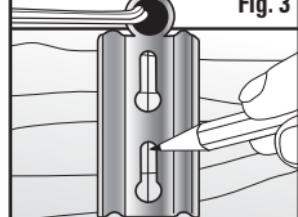
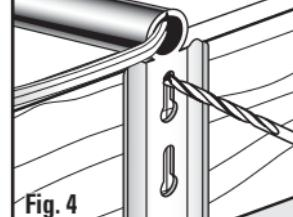
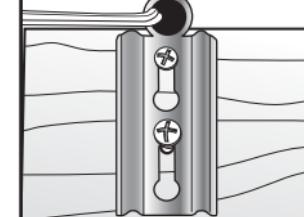

Fig. 3
Fig. 4
Fig. 5
- 3 Align the center of the mounting bracket with the center mark you drew previously so that the pencil mark is visible through the hole (Fig. 3). Drill two (2) pilot holes, that will best support the light without damaging the front of the frame (Fig. 4). Attach the mounting bracket to the frame using the screws provided (Fig. 5).
**Ribbed Side** **Fig. 5** Place the cord in the hollow half of the switch body as shown (**Fig. 5**). Trace the continuous side of the line cord (**ribbed side**) through the channel located in the lower half of the switch body. The configuration of the channel may vary somewhat from the illustration. Make sure that the cut sections of the wire do not touch each other.
- 3 Alignez le point central du support de montage avec le repère central que vous avez tracé précédemment de manière que la marque du crayon soit visible de l'autre côté du trou (Fig. 3). Percez deux (2) trous pilotes qui permettront d'attacher la lumière de la meilleure façon possible sans endommager le devant du cadre (Fig. 4). Assujettissez le support de montage au cadre en utilisant les vis fournies (Fig. 5).
Placez le cordon dans la moitié creuse du corps de l'interrupteur comme illustré (Fig. 5). Tracez le côté continu du cordon (côté rainuré) dans le canal situé dans la moitié inférieure du corps de l'interrupteur. La configuration du canal peut légèrement varier de l'illustration. Vérifiez que les sections coupées du fil ne sont pas en contact l'une avec l'autre.
- 3  Fig. 5 Coloque el cable en la mitad hueca del cuerpo del interruptor, de la manera que se muestra en la ilustración (Fig. 5). Pase el lado continuo del cable de línea (el lado estriado) a través del canal ubicado en la mitad inferior del cuerpo del interruptor. La configuración del canal puede ser ligeramente distinta a la que se muestra en la ilustración. Asegúrese de que las secciones cortadas del cable no se toquen una con otra.